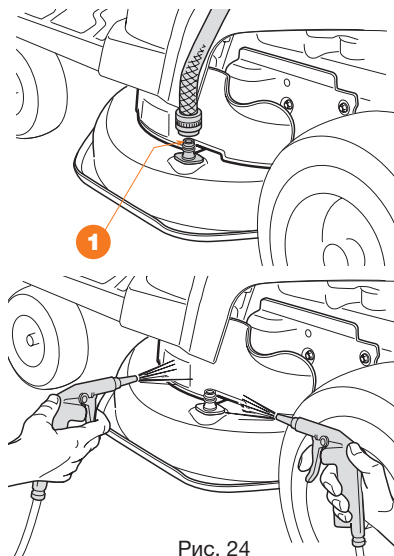

Рис. 24
- подсоедините трубку подачи воды к специальному соединению ❶ и включите воду (Рис. 24);
- продуйте потоком сжатого воздуха через отверстия в правом и левом защитных приспособлениях (Рис. 24).
Не использовать воду, бензин, моющие средства или другие материалы для очистки картриджа. Фильтр предварительной очистки (Рис. 24) **3** из губки НЕЛЬЗЯ смазывать маслом.